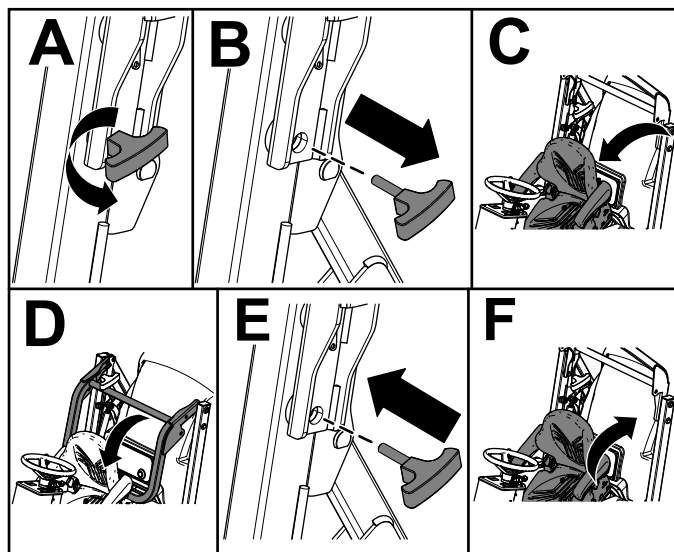

図 15
4. 運転席を前に倒す 図 15。
5. ROPS バーからノブピンを抜き取る 図 15。
6. ROPS バーチカットを倒して、ノブピンで固定する 図 15。
7. 座席を元に戻して固定する 図 15。